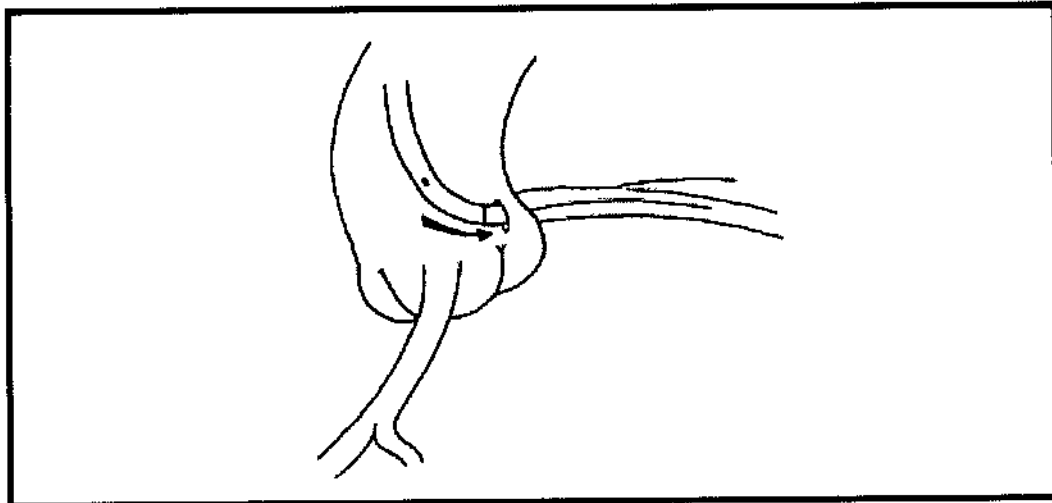

Figura 5.
Paso 4. Una vez eliminado el bucle, vuelva a asentar el catéter guía mientras se tira ligeramente de la guía (consulte la figura 5).